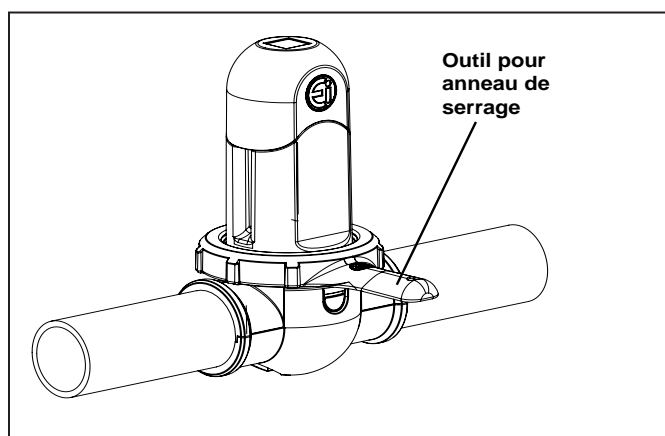

Figure 13. Anneau de serrage
- 14 Visser l'anneau de serrage au collier de serrage fileté à l'aide de l'outil pour anneau de serrage (Voir Figure 13).